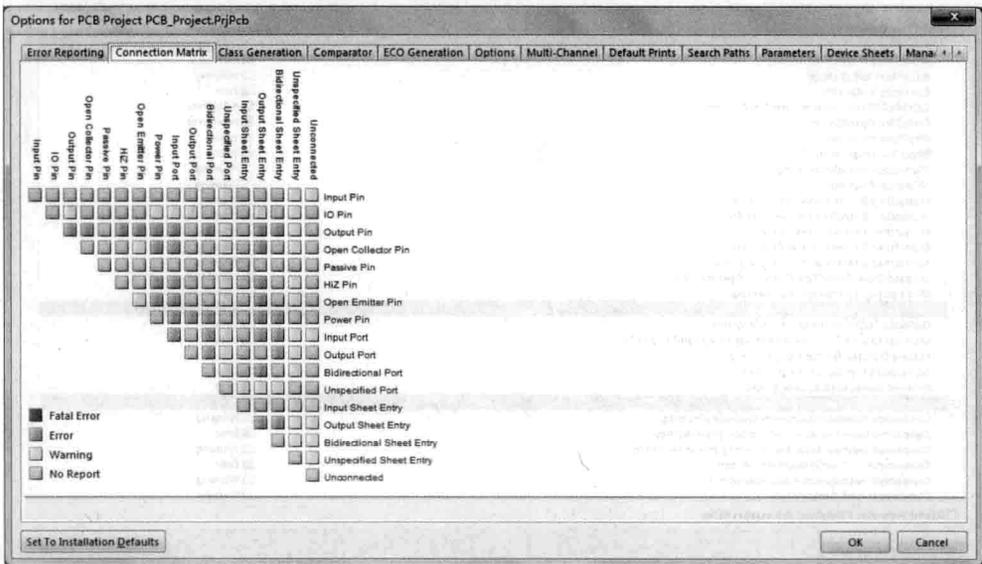

图 1.1.7 Connection Matrix 选项卡
Options for Project 对话框中的 Connection Matrix(连接矩阵)选项卡(见图 1.1.7)显示的是错误类型的严格性,其将在设计运行电气连接检查时产生错误报告,如引脚间的连接、元件和图样输入等是否存在错误等。这个矩阵给出了一个在原理图中不同类型的连接点以及是否被允许的图表描述。
(1) 单击 Options for Project 对话框的 Connection Matrix 选项卡,如图 1.1.7 所示。